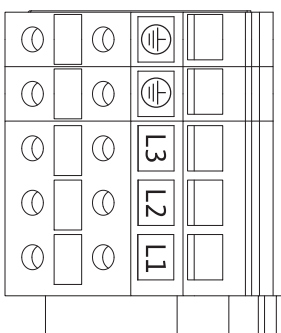

Fig. 28 : Bornes de puissance (bornes de raccordement réseau)
- Bornes de puissance (bornes de raccordement réseau) (fig. 28)